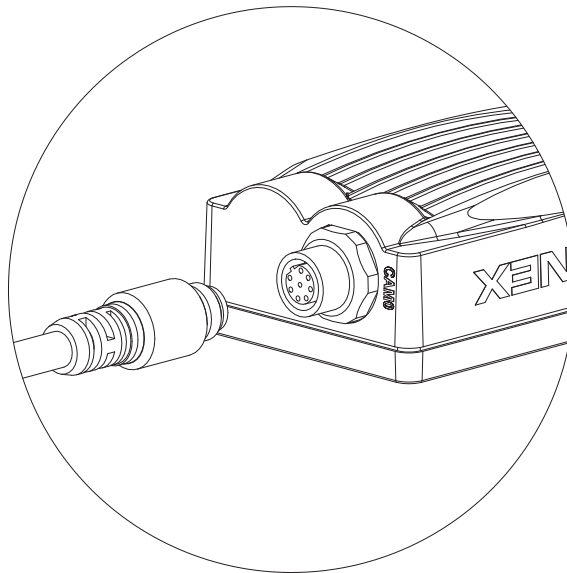

Figure 2-4 : Connexion CAM0
2. Raccordez le connecteur M12 mâle du câble de la caméra au connecteur CAM0 du système de vision (Figure 2-4).